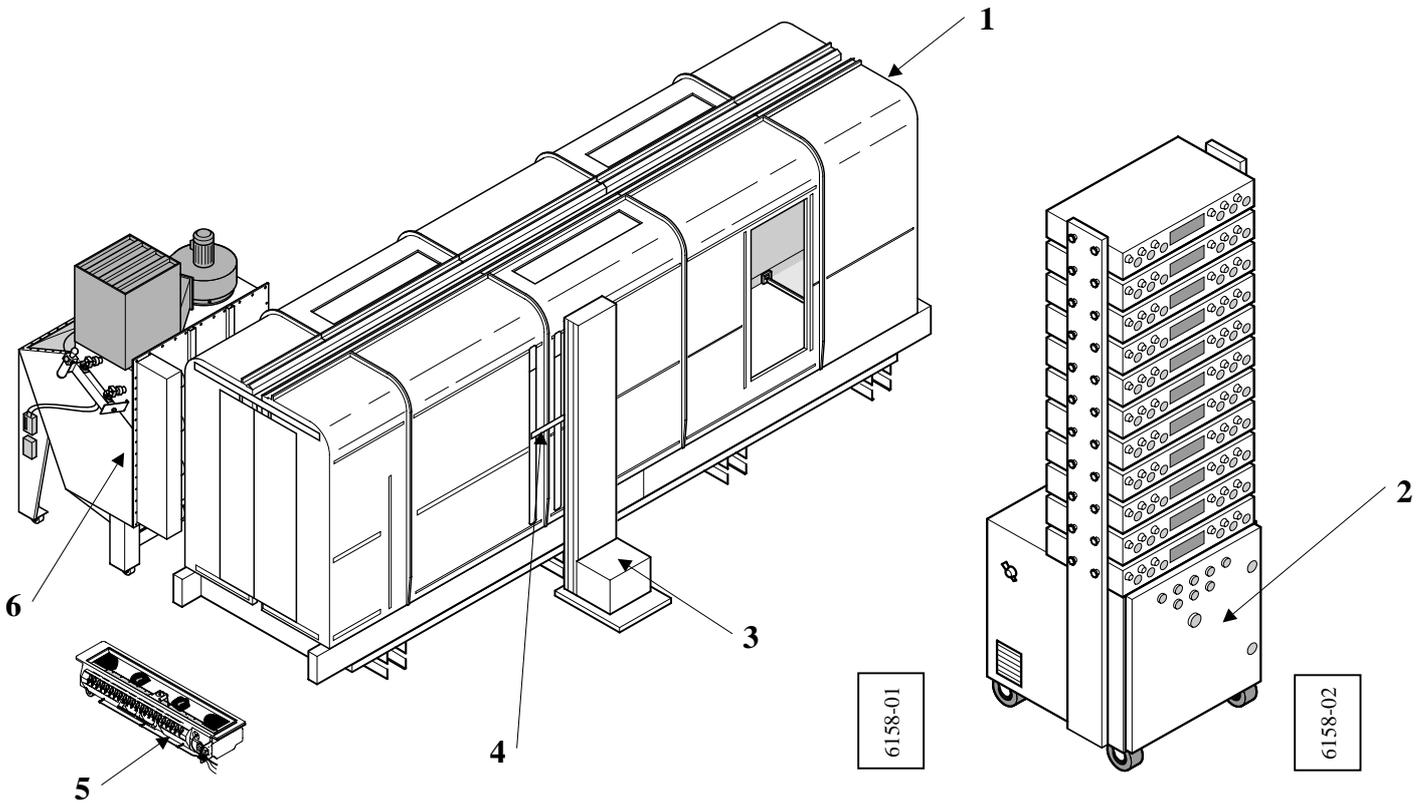

Fig. 1
1.1. DESCRIPTION GÉNÉRALE DE L'INSTALLATION (voir figure 1)